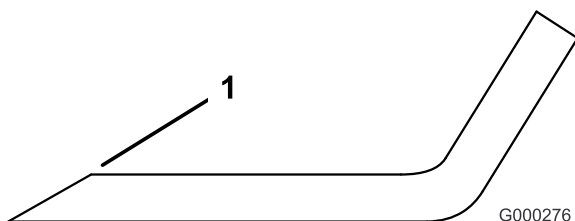

Figure 78
1. Au moyen d'une lime, aiguisiez les tranchants aux deux extrémités de la lame (Figure 78). Veillez à conserver l'angle de coupe d'origine. Limez la même quantité de métal sur chacun des deux tranchants pour ne pas déséquilibrer la lame.